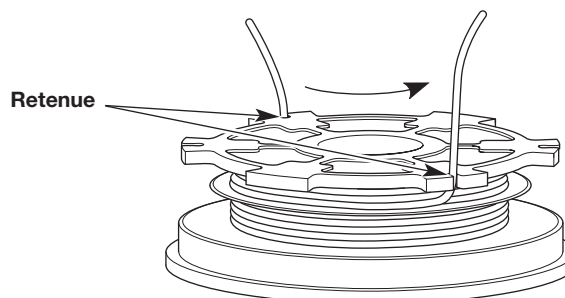

Fig. 16
3. Insérez les deux parties de 150 mm (6 po.) dans les deux fentes de retenue de 2,03 mm (0,080 po.) (Fig. 16).
4. Insérez les deux parties de 150 mm (6 po.) dans les deux fentes de retenue de 2,03 mm (0,080 po.) (Fig. 16).